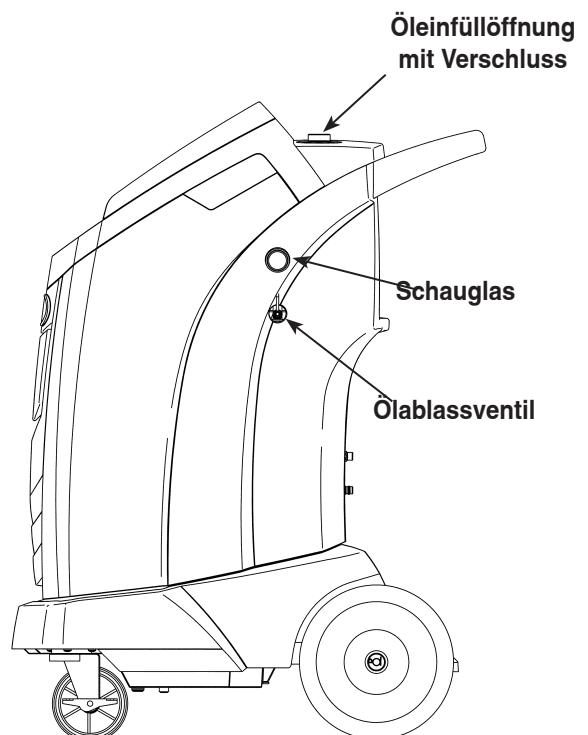

Abbildung 14
3. Öffnen Sie **LANGSAM** den Verschluss der Öleinfüllöffnung, um zu prüfen, ob das Gerät drucklos ist. Nehmen Sie den Verschluss dann vorsichtig ab. Siehe Abbildung 14.